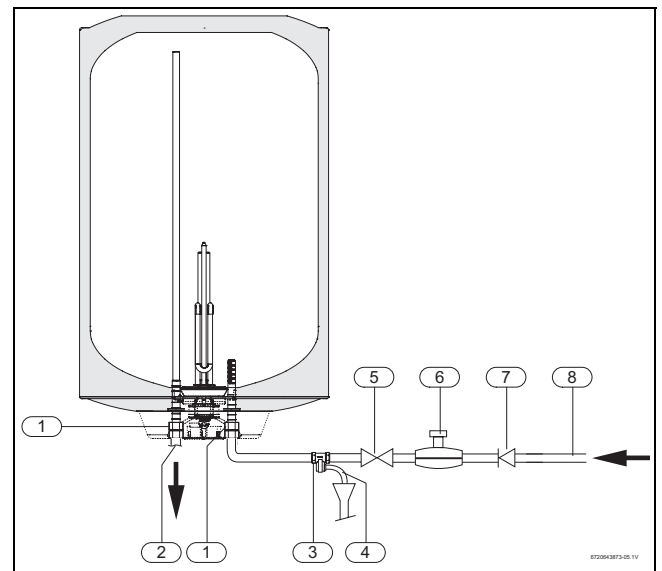

Fig. 7 Ligação de água
- ▶ Instalar la válvula de seguridad en la entrada de agua del termo eléctrico (→ Fig. 7).
Si la presión de entrada de agua es superior a 80% de la presión máxima del termo eléctrico (8 bar), o sea 6.4 bar, instalar una válvula reductora (→ Fig. 7).
Con el objetivo de evitar problemas derivados de las modificaciones bruscas de presión en la alimentación, se aconseja instalar una válvula de retención en la cabecera del termo eléctrico (→ Fig. 7, [7]).
- ▶ Cerrar la válvula de corte del agua (→ Fig. 7).